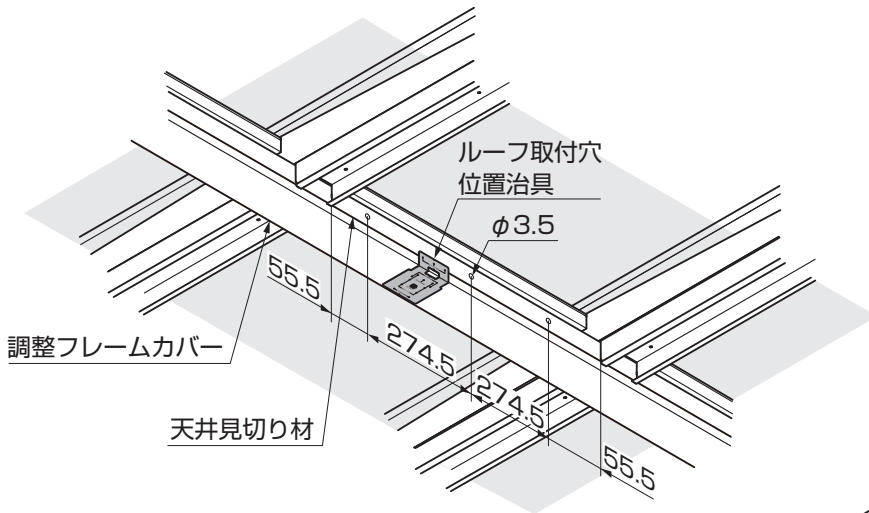
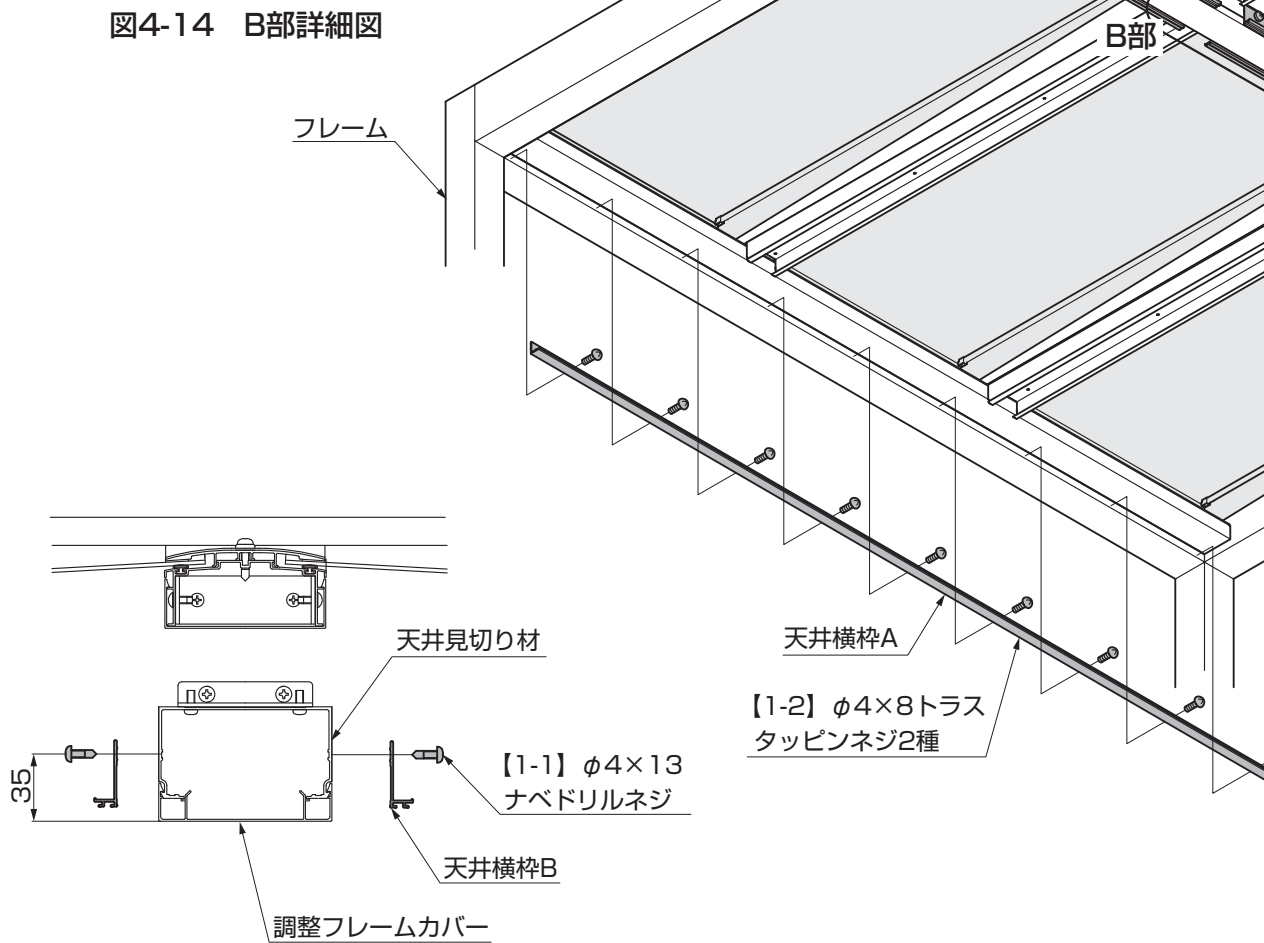

図4-14 B部詳細図
図4-15 B部詳細図
- ⑥天井見切り材にφ3.5の下穴をあけ天井横棒Bを【1-1】で取付けてください。(図4-14、図4-15参照)